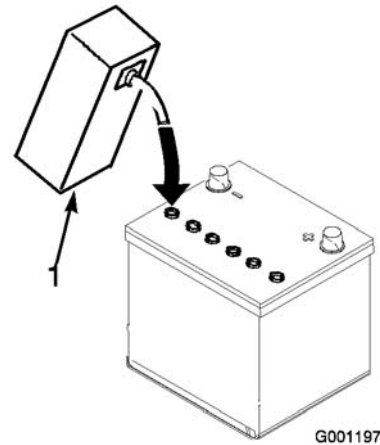

Bild 9
- Füllen Sie vorsichtig in jede Zelle Elektrolyt ein, bis die Platten ungefähr mit 6 mm Flüssigkeit bedeckt sind (Bild 9).
- Lassen Sie die Elektrolytflüssigkeit für 20 bis 30 Minuten in die Platten durchtränken. Füllen Sie nach Bedarf auf, um den Elektrolytfüllstand auf ungefähr 6 mm unter dem Einfüllstutzen anzuheben (Bild 9).